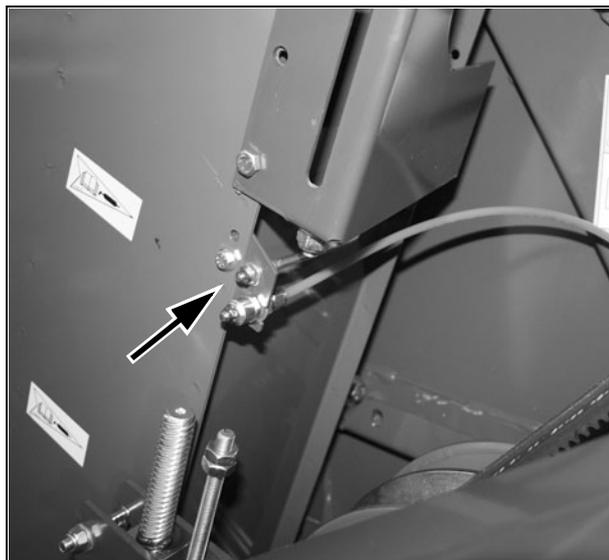

Рис. 27
19. ПАРА СОПРЯЖЕННЫХ КОНИЧЕСКИХ ШЕСТЕРЕН ЭЛЕВАТОРА ЗАГРУЗКИ БУНКЕРА - Рис. 27